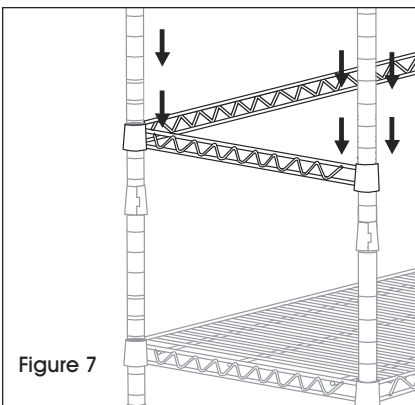

Figure 7
4. Déterminez la hauteur du cadre, fixez les supports au montant, puis ajoutez le cadre. Tapotez doucement dessus pour le fixer. Répétez ces étapes pour l'autre tablette et l'autre cadre. (Voir Figure 7)